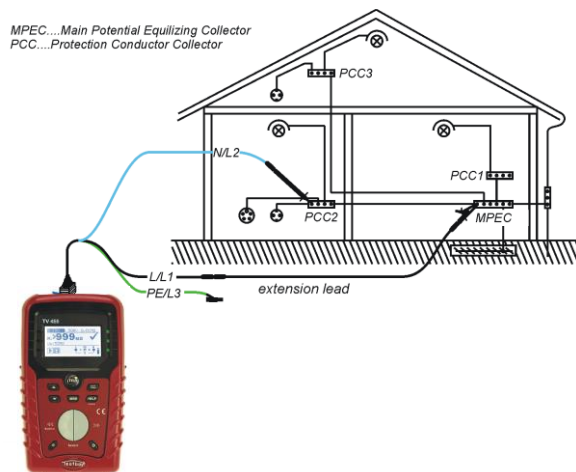

Figure 5.9: Raccordement d'un cordon de test à 3 fils et d'un cordon de rallonge optionnel
- ❑ **Connectez** les fils d'essai au câblage PE approprié (voir *figure 5.9*).